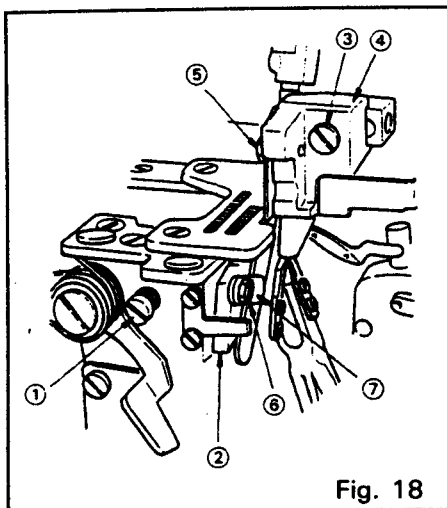
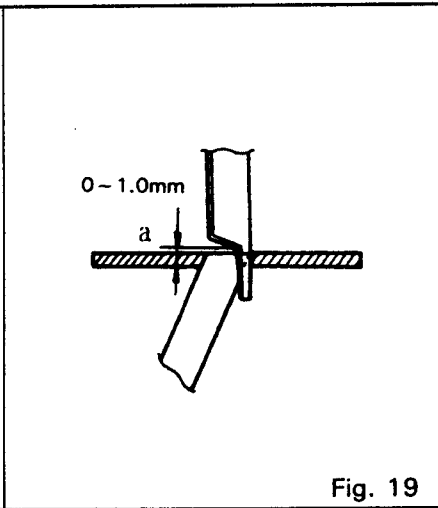

Fig. 18
Fig. 19
Cambio de la cuchilla fija (Fig. 18, Fig. 19 y Fig. 20)
- (1) Afloje el tornillo ① de fijación y mueva el soporte ② de la cuchilla fija hacia la izquierda hasta que haga tope. Tensione temporalmente el tornillo ① de fijación.
- (2) Afloje el tornillo ⑥ de fijación y extraiga la cuchilla fija.
- (3) Inserte una nueva cuchilla fija entre el soporte ② de la misma y el sujetador ⑦ de la cuchilla fija, colocándola de tal manera que el borde superior esté nivelado con la superficie superior de la placa de garganta como se muestra en la Fig. 19. Luego tense el tornillo ⑥ de fijación.
- (4) Gire la polea hasta que el punto (a) de la cuchilla móvil quede colocado 0-1,0 mm sobre la superficie superior de la placa de garganta, y luego afloje el tornillo ① de fijación.
- (5) Asegúrese de que la cuchilla móvil y la fija estén en contacto estrecho entre sí por medio de la tensión del resorte, luego tense el tornillo ① de fijación.
- (6) Compruebe el filo de la cuchilla.